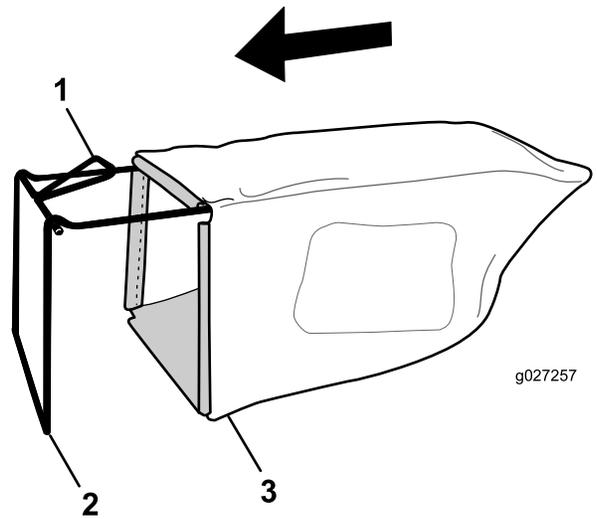

Рисунок 11
1. Установите травосборник на раму, как показано на Рисунок 11.
Примечание: Не надевайте травосборник на ручку (Рисунок 11).